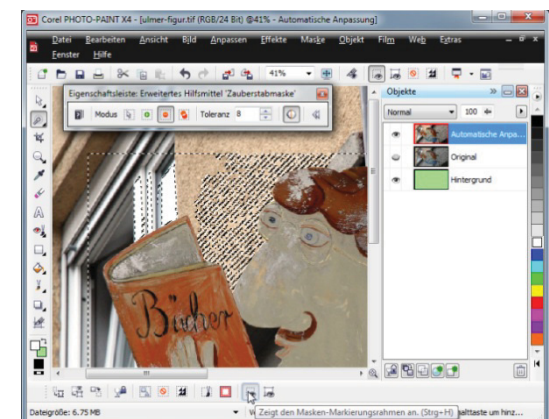

Abb. 10-73: Löcher im Masken-Markierungsmodus anzeigen
- Löcher entfernen (diese werden besser erkannt, wenn die ÜBERLAGERUNGSMASKE = *Aus* und MASKEN-MARKIERUNGSRahmen = *Ein* eingestellt wurden Abb. 10-73): M MASKE | MASKENUMRISS | LÖCHER ENTFERNEN